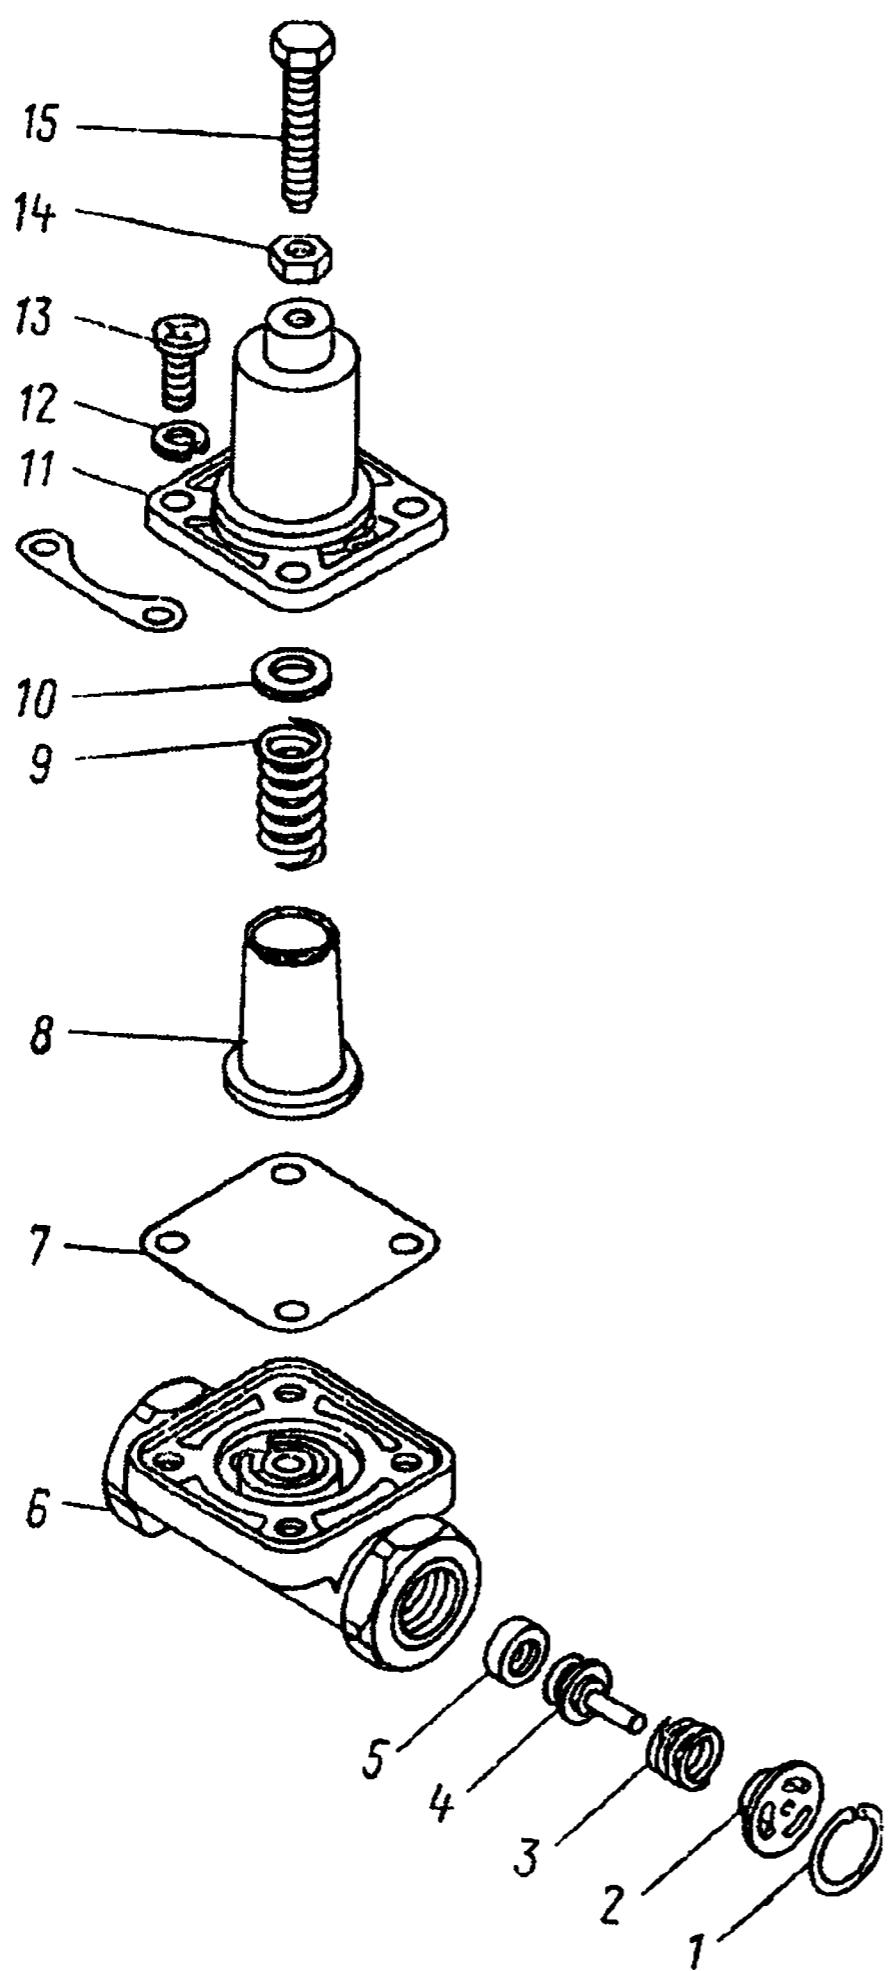

Рис. 319. Клапан защитный одинарный:
2. Выверните регулировочный винт 15 (рис. 319) и контргайку 14	Торцовый ключ 10 мм, ключ 13 мм